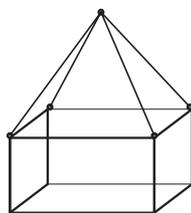

Рис. 1:
- Строповку выполнять с использованием всех 4 рым-болтов (как показано на рис. 1).
например, **(C1)** означает: позиция C/рис.1 в соответствующей главе
например, **(глава 3, C1)** означает: в главе 3 позиция C/рис.1